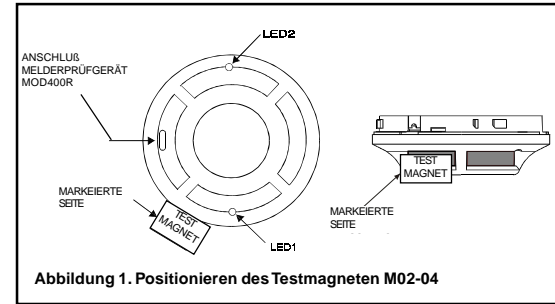

Abbildung 1. Positionieren des Testmagneten M02-04
1. Testen Sie den blinkenden Melder indem der Magnet ca. 2cm von LED 1 im Uhrzeigersinn entfernt, direkt an den Melder gehalten wird (s. Abb.1).